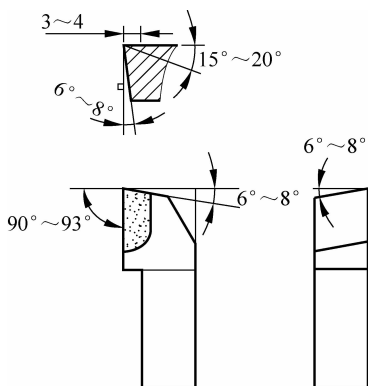

图 3-5 90°车刀刃磨练习
(1) 根据图 3-5 所示给出的刀具几何参数进行刀具刃磨练习。
(2) 刃磨步骤。
- ① 粗磨主后面和副后面。
- ② 粗、精磨前面。
- ③ 精磨主、副后面。
- ④ 刀尖磨出圆弧。